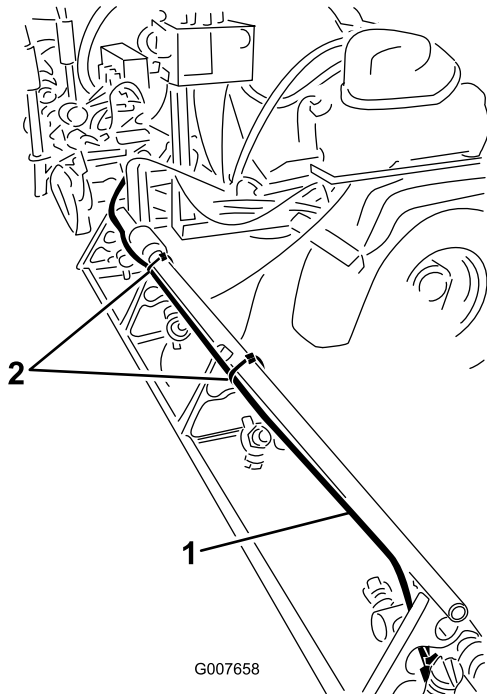

Figura 9
- A. Montate sulla barra destra il flessibile della schiuma lungo il lato posteriore del tubo di supporto superiore (Figura 9).